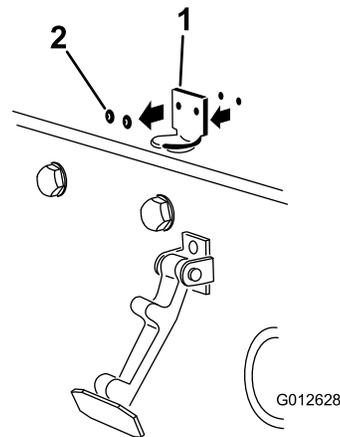

Рисунок 32
- Удалите заклепки (2 шт.), которые крепят кронштейн защелки капота к капоту (Рисунок 32). Снимите кронштейн защелки капота с капота.